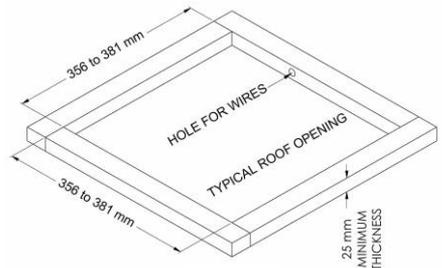

Figure 1
3. Examinez l'ouverture du toit. Si l'ouverture est plus petite que 35,56 cm x 35,56 cm (14 po x 14 po), vous devrez l'agrandir (voir Figure 1).
B. Si vous n'employez pas une ouverture d'évent, vous devrez découper une nouvelle ouverture (voir Figure 1) dans le toit du véhicule. Une ouverture correspondante devra aussi être découpée dans le plafond à l'intérieur du véhicule. Découpez l'ouverture du plafond soigneusement. Si le plafond est recouvert de tapis, vous pourriez l'effiloche. Une fois les ouvertures dans le toit et le plafond découpées à la taille appropriée, vous devez installer un élément de soutien encadré entre le toit (extérieur) et le plafond (intérieur). L'élément de renforcement encadré doit respecter les lignes directrices suivantes :